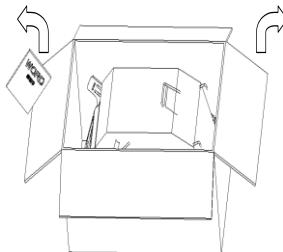

FIG. 3
**Retirez la tendeuse du carton (voir FIG. 3)**